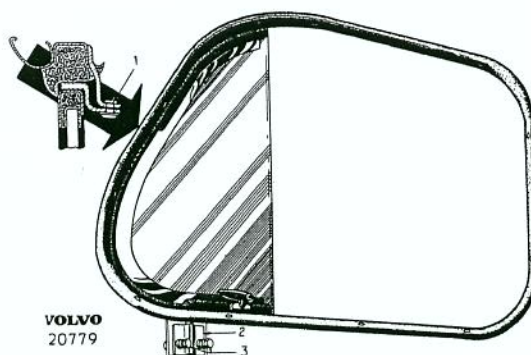

Bild 25. Ventilationsfönster.
Tag bort niten (1, bild 25) som håller ventilationsfönstrets övre sida vid listen. Lossa de båda spännskruvarna (3) och tag bort överfallet (2). Lyft bort fönstret varefter även gummitätningen är åtkomlig för utbyte.